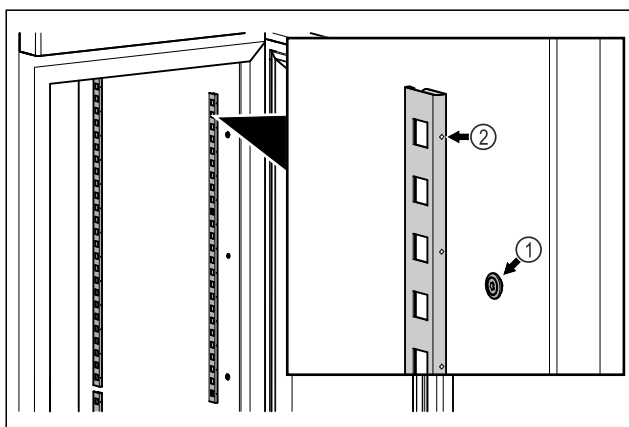

Fig. 58 Príklad zobrazenia
- Koľajničky zaveste do závesu Fig. 58 (1). Označenie Fig. 58 (2) musí ukazovať dopredu.